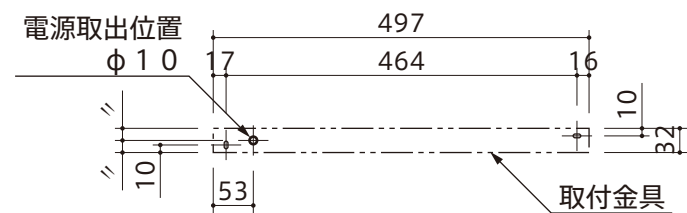

図4
7. 取付金具が隠れるようにカバーキャップを上側へずらし、カバーキャップ固定ネジに外歯座金を通して固定します。（図4）